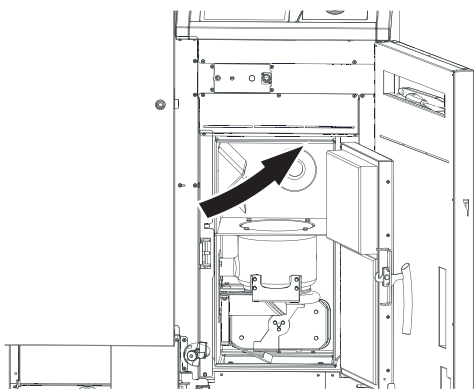
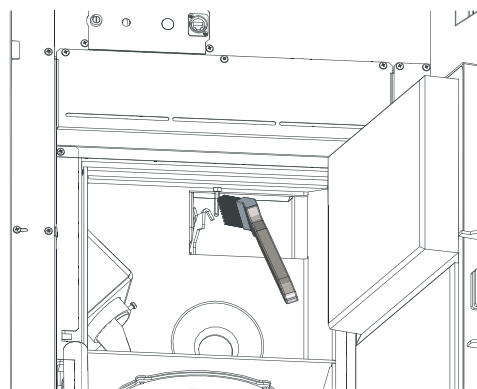

Fig. 49 Pulire la sonda Thermocontrol
Fig. 50 Pulire la sonda Thermocontrol
- ▶ All'occorrenza, rimuovere la cenere volatile dalla sonda Thermocontrol per mezzo di un pennello. La sonda Thermocontrol si trova nella camera di combustione – Fig. 49, Fig. 50.